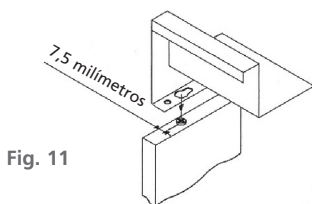

Fig. 11
- Colocar a pia-fogão sobre o balcão, fazendo com que a parte maior dos furos existentes na parte inferior da pia-fogão penetre nas cabeças de todos os parafusos [Fig. 11].